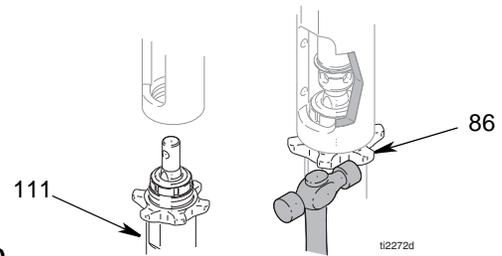

图 10
1. (图 10) 将防松螺母 (86) 拧至泵 (111) 螺纹的底部。把泵 (111) 完全拧入歧管内。从歧管拧开泵 (111) 直到泵出口与软管对准。用手拧紧防松螺母 (86)，然后用一把榔头将螺母再拧紧 1/8 至 1/4 圈或用 75 磅英尺 (101 N·m) 的扭力拧紧螺母。